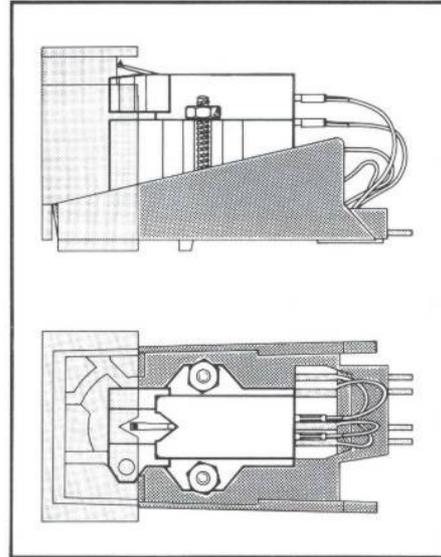

Fig. 12
1. Zur Montage des Tonabnehmersystems lösen Sie den Systemträger ⑤ vom Tonarm, indem Sie den Tonarmgriff ④ nach hinten drücken. Halten Sie dabei das Tonabnehmersystem fest, da es nach Öffnen der Verriegelung herunterfällt.
2. Befestigen Sie das Tonabnehmersystem unter Verwendung des dem Tonabnehmersystem beigelegten Zubehörs auf dem Systemträger. Zu beachten ist, daß das Tonabnehmersystem am geometrisch richtigen Ort im Systemträger montiert wird (Fig. 12).